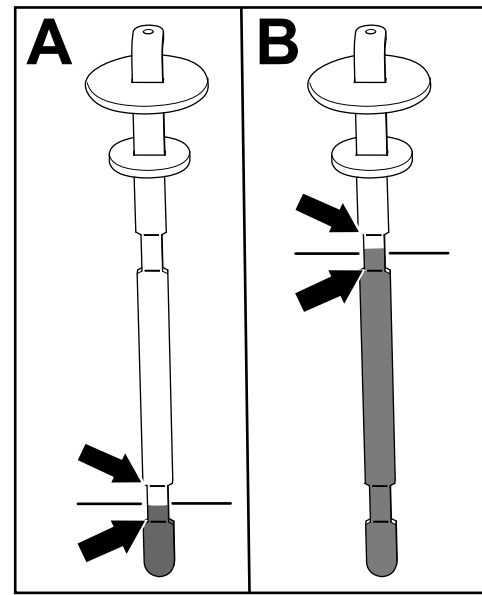

Figura 75
5. Rimuovete l'asta di livello e verificate il livello del fluido (Figura 75).
- **Se montate un apparato di taglio:** il livello del fluido idraulico è corretto quando il fluido è compreso tra le 2 tacche di livello inferiore dell'asta (A nella Figura 75). Il livello del fluido è accettabile anche quando è più alto delle tacche inferiori.
- **Se è installato il kit dell'impianto idraulico ausiliario:** il livello del fluido idraulico è corretto quando il fluido è compreso tra le 2 tacche superiori dell'asta (B nella Figura 75).